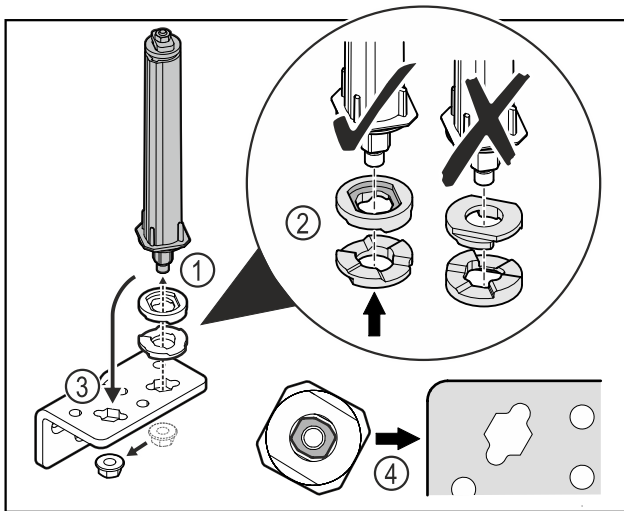

Fig. 40
- ▶ Mutter lösen und Türschließsystem entfernen Fig. 40 (1).
- ▶ Auf die korrekte Ausrichtung der Höhenverstellungsscheiben achten Fig. 40 (2).
- ▶ Türschließsystem im Scharnierwinkel umsetzen und mit der Mutter fixieren Fig. 40 (3).
- ▶ Beim Einsetzen auf die korrekte Ausrichtung des Türschließsystems achten Fig. 40 (4).